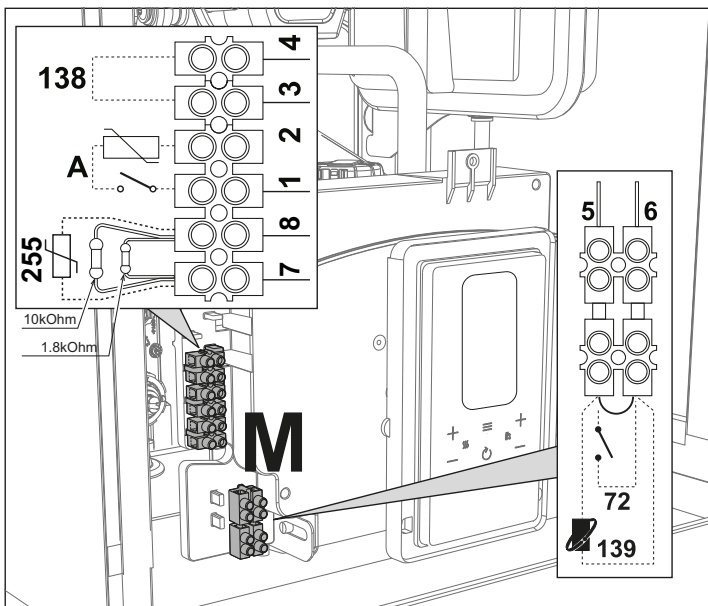

fig. 28
Tras quitar el panel frontal (*** 'Apertura del panel frontal' on page 100 ***), es posible acceder a las regletas de conexión (M) y al fusible (F) según las indicaciones siguientes (e fig. 28). **Los bornes indicados en la deben tener contactos secos (no 230V).** La posición de los bornes para las diferentes conexiones también se ilustra en el esquema eléctrico de la fig. 65.
Configuración del interruptor ON/OFF (A fig. 28)